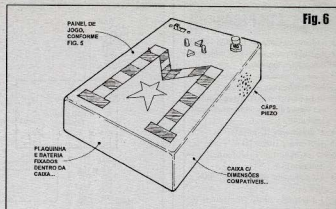

Fig. 6
- FIG. 6 - A CAIXA/APARÊNCIA GERAL DO BTG... - A figura dá uma boa idéia de como pode ficar o conjunto, após seu acabamento (se seguidas nossas sugestões anteriores...). Plaquinha do circuito, baterin e transdutor piezo, deverão ser bem fixados no interior do *container*, com a cápsula de cristal posicionada frente a um conjunto de furinhos destinados à passagem do som gerado para o exterior da caixa... Uma cor geral, alegre e contrastante - *azul* vem bem a propósito - poderá ser aplicada ao fundo geral do painel, e à própria caixa como um todo, garantindo um bonito visual *nacional* ao BRAZIL - The Game...!